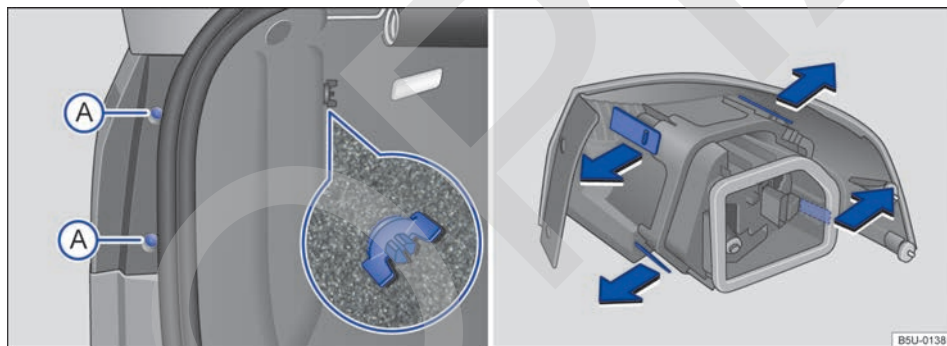

Fig. 170 En la carrocería remover la linterna trasera y el soporte de las lámparas.
3. Remover los tornillos de fijación → fig. 170 .
- Soltar el tornillo mariposa → fig. 170 (lupa)
- Para desbloquear el soporte de las lámparas, presionar cada lengüeta de bloqueo en el sentido de las flechas → fig. 170.